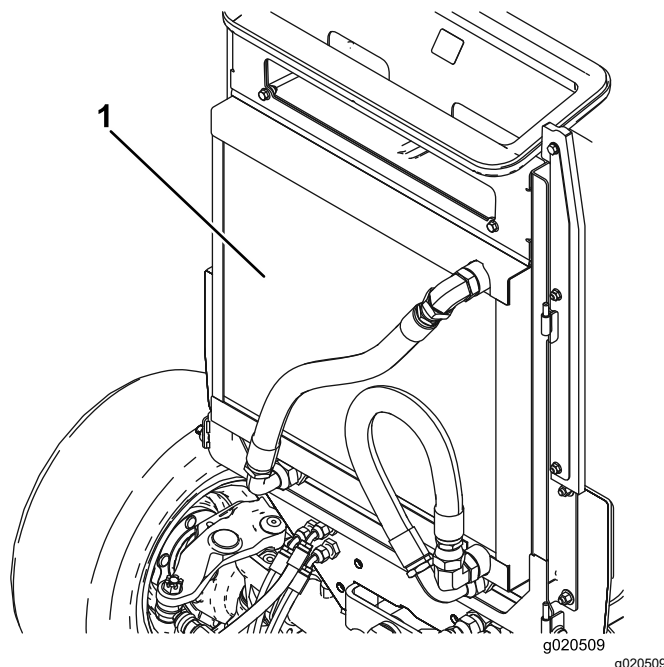

Bild 73
3. Reinigen Sie beide Seiten des Ölkühlers und des Kühlers gründlich mit Druckluft (Bild 73).